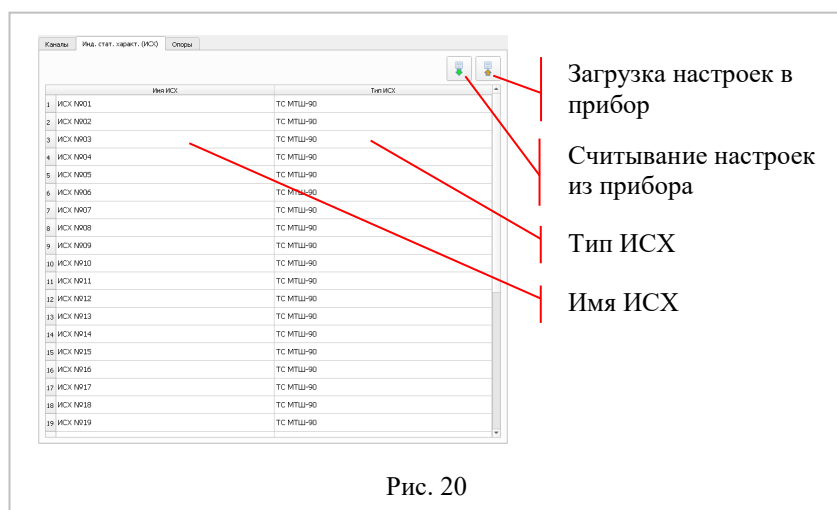

Рис. 20
4.2.14.3.2 Вкладка «Индивидуальные статические характеристики (ИСХ)», рис. 20
Кнопка «Ввод» закрывает текущее окно и переходит к вкладке «Индивидуальные статические характеристики (ИСХ)», рис. 20, с учетом отредактированной ИСХ.
Кнопка «Отмена» закрывает текущее окно и переходит к вкладке «Индивидуальные статические характеристики (ИСХ)», рис. 20, с оставлением старой ИСХ.
Для чтения произвольной ИСХ из базы данных необходимо ввести поисковый запрос в поле «Строка поиска ИСХ в БД». Из выпадающего списка в поле «Выбор ИСХ» выбрать нужную настройку. Для дальнейшей загрузки выбранной ИСХ в прибор нажать на кнопку «Ввод». Программа вернется к вкладке «Индивидуальные статические характеристики (ИСХ)», рис. 20. Далее нажать на кнопку «Загрузка настроек в прибор».